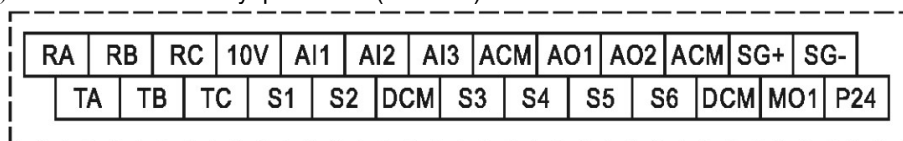

Рис. 3-4: Клеммник сигналов управления
1) Схема клеммника управления (Рис. 3-4)